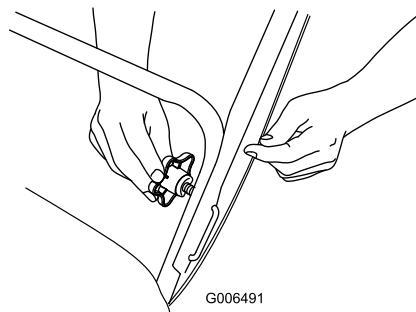

Bild 5
2. Setzen Sie das Ende der U-förmigen Griffsperrung in das offene Loch im Griff ein und ziehen Sie die Griffhandräder fest, bis sie fest sitzen (Bild 5).